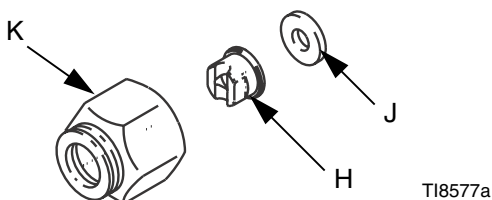

FIG. 7: Montering af sprøjtedyse
2. Monter sprøjtedyse (H) og pakningen (J) i dysens holdemøtrik (K). Skru samlingen sikkert fast på pistolen. Tilspænd samlingen med en skrueøgle. Se FIG. 7.
1. For at justere spredningens retning med ventilatordyserne skal rillen i dysen vendes vandret for et vandret mønster og lodret for et lodret mønster. Se fig. 7.